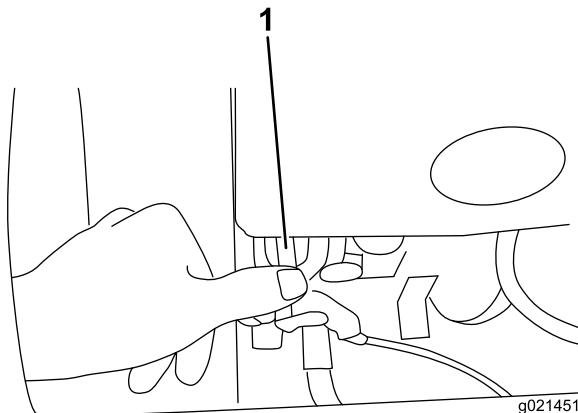

Figura 14
- Pulse el botón rojo del interruptor de parada del motor durante 3 segundos para parar el motor (Figura 14).